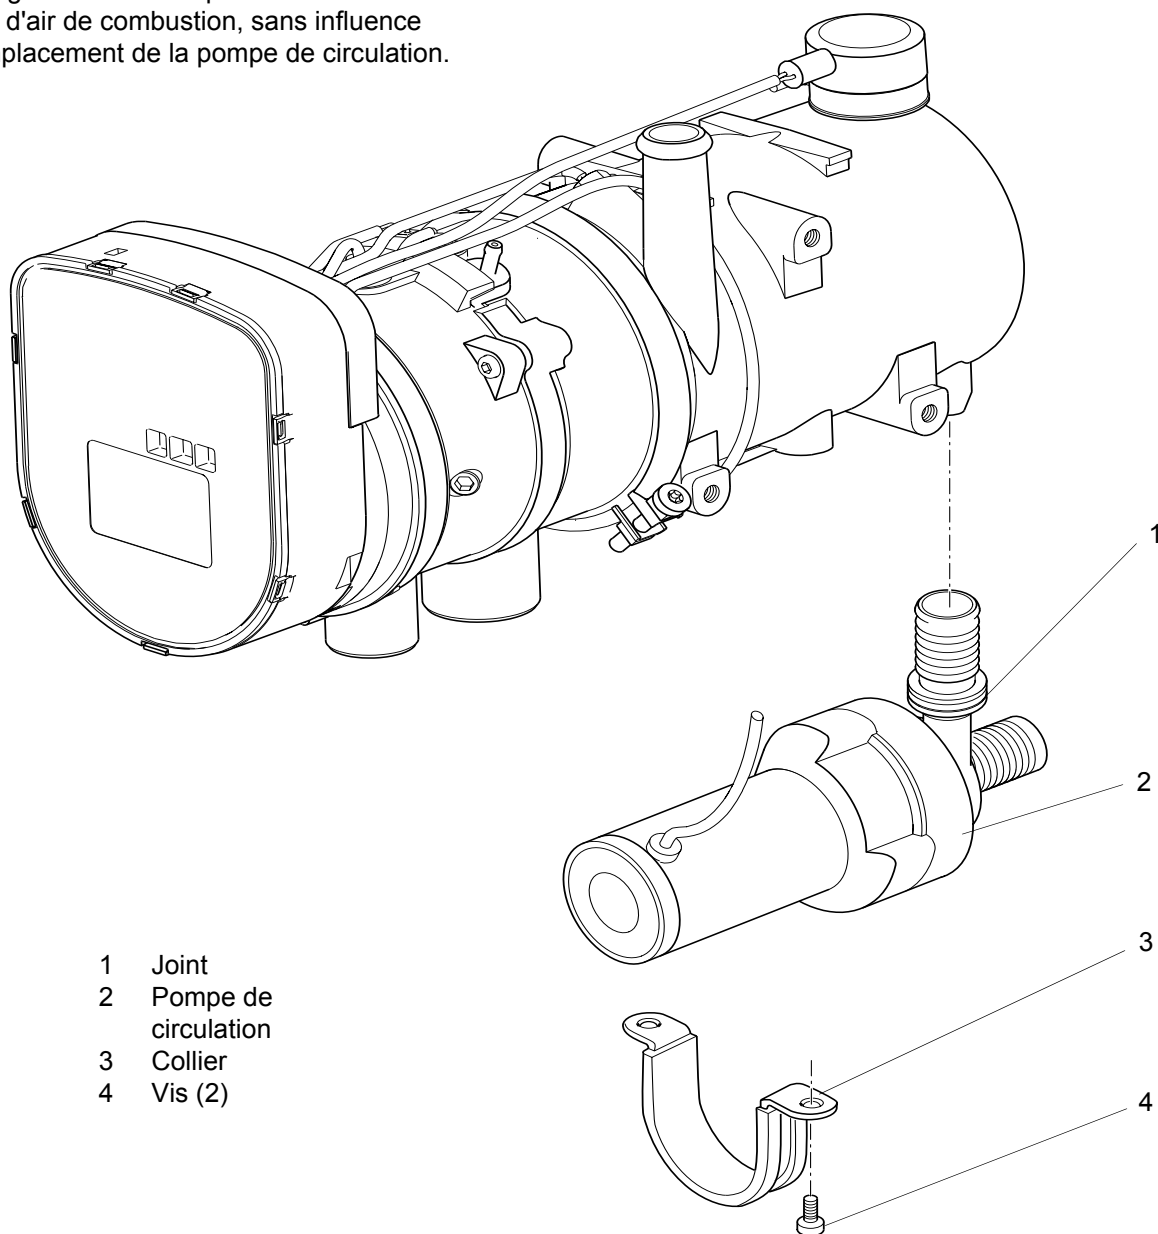

Figure 902 Remplacement de la pompe de circulation
3. Retirer les vis (4, figure 902).
4. Retirer le collier (3) et la pompe de circulation (2).
1. Recouvrir le joint (1, figure 902) de graisse sans acidité (vaseline).
2. Placer la pompe de circulation (2, figure 902) en position d'assemblage et la fixer à l'aide de colliers (3) et de vis (4).
3. Serrer les vis (4) à  $3 \text{ Nm} \pm 10 \%$ .